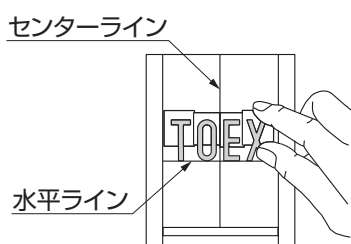

図9-3
- ③ 水平ラインと文字の位置を合わせて、文字をセンターラインから左右等間隔になるよう仮貼りしてください。（図9-3参照）